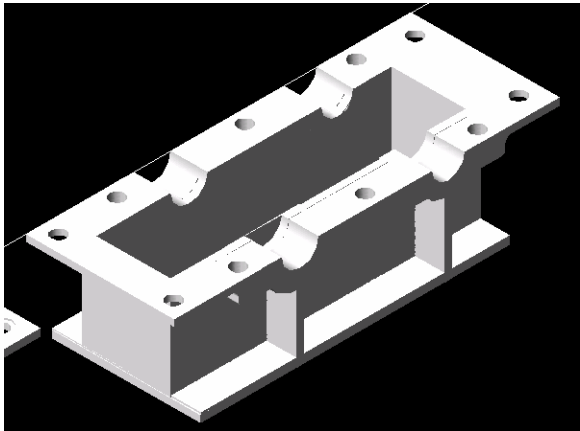

图 12-2-27
STEP 08 用剖切命令把四个圆环的上端剖切掉，剖切后的剖切面和上底座平面平齐，效果如图 12-2-27 所示。